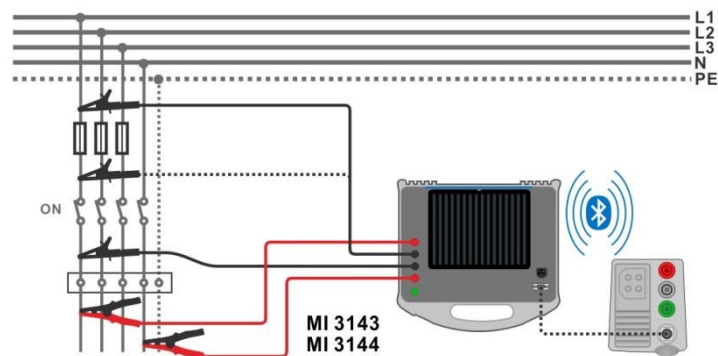

Abbildung 7.64: Hochstrom Widerstandsmessung
- › Schließen Sie die Prüfleitungen am Prüfling an. Siehe **Abbildung 7.64**